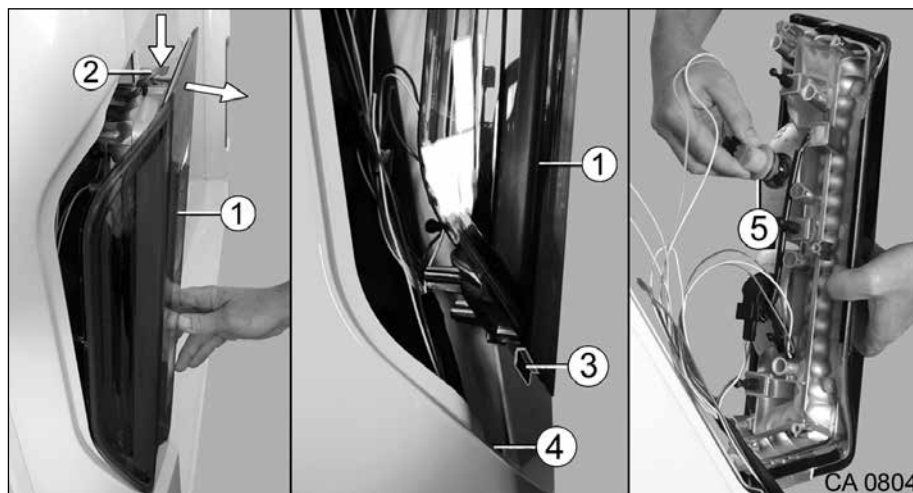

Fig. 138 Remplacement de l'ampoule sur le support de feu arrière
Si, lors du changement de l'ampoule sur le support de feu arrière (Fig. 138, Pos. 1) on travaille avec un outil non approprié ou si le câble est trop sollicité, il y a risque d'endommagement du support de feu arrière.
- Ne pas laisser pendre le support de feu arrière (Fig. 138, Pos. 1) par les câbles ! Ne pas tendre le câble !
1. Tirer le support de feu arrière (Fig. 138, Pos. 1) en haut en dehors jusqu'à ce que le clip de fixation (Fig. 138, Pos. 2) soit visible.
2. Pousser le clip de fixation (Fig. 138, Pos. 2) vers le bas et tirer le support de feu arrière (Fig. 138, Pos. 1).
3. Soulever le support de feu arrière (Fig. 138, Pos. 1) et retirer l'entretoise (Fig. 138, Pos. 3) hors de l'évidement (Fig. 138, Pos. 4).
4. Enlever prudemment le support de feu arrière (Fig. 138, Pos. 1), le tenir et le déposer dans un endroit approprié.
5. Tirer le culot de lampe (Fig. 138, Pos. 5) en dehors et remplacer l'ampoule défectueuse.